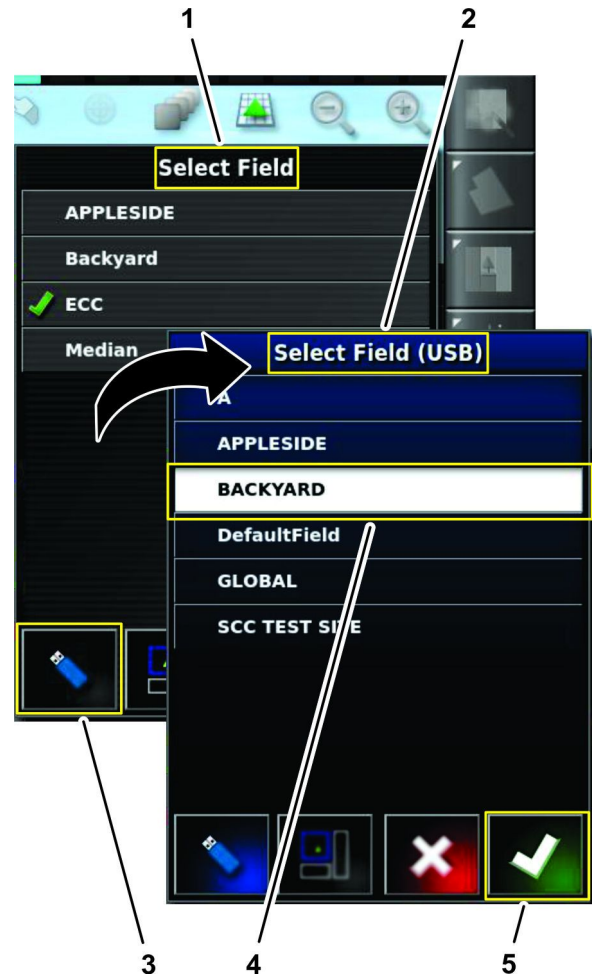

Figure 36
1. Dans la liste de sélection des champs, appuyez sur l'icône Permuter (Figure 36).
2. Dans la liste de sélection des champs, appuyez sur l'icône Champ pour le champ qui est pulvérisé, puis appuyez sur l'icône de confirmation (Figure 36).